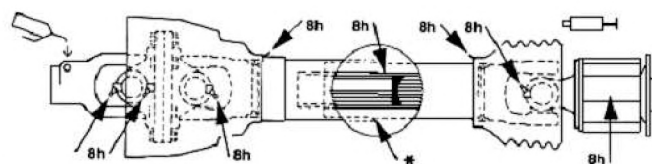

Рис. 9 Смазка приводного вала
- смазать приводной вал (рис.9);